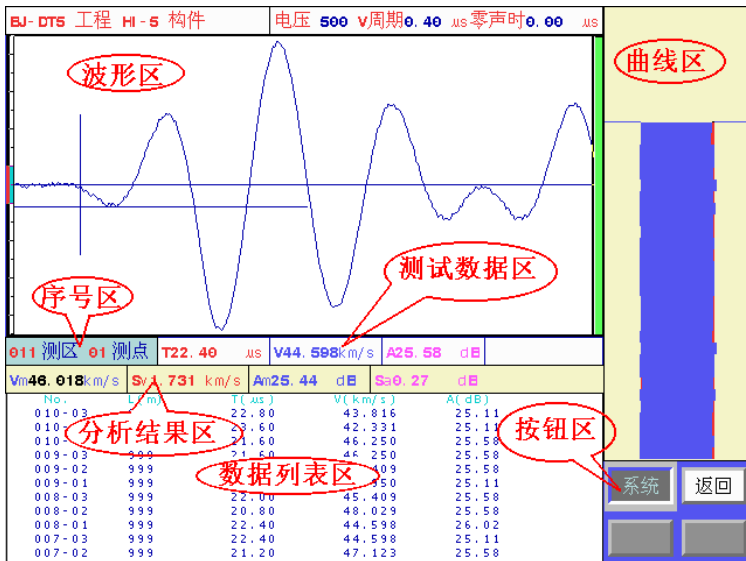

图 6.5 测试界面
当您在图 6.1 所示的工程参数界面中设置完所有参数后就可以按【采样】键或**测试**按钮，进入图 6.5 所示的测试界面。测试界面分为：波形区、测试数据区、曲线区、数据列表区、分析结果区、序号区、按钮区七部分。
- 1) 在图 6.5 所示的测试界面按【采样】键进行采样，此时仪器激励发射换能器发射超声脉冲（换能器有响声），仪器自动调整接收信号，在波形区上显示调整好的波形，并进行动态刷新。